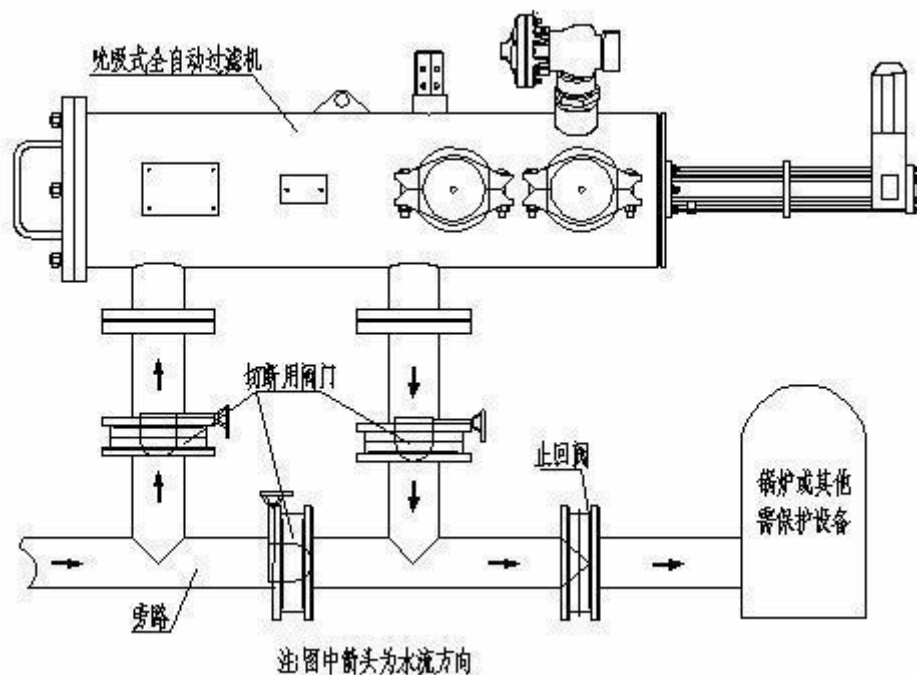

图 4
- 2) 过滤器有三种安装方式，见图 4~6，但应注意水流方向不可弄错，安装时应尽量使水力控制阀处于水平位置或向下的位置，以保证排污彻底。